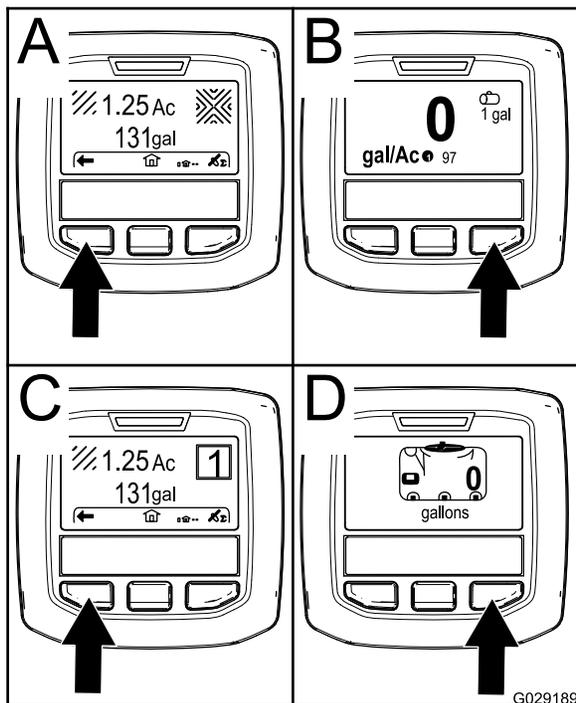

Рисунок 51
- Правая кнопка выбора: **Общая площадь, обработанная опрыскивателем** (A на Рисунок 51)
- Правая кнопка выбора: **Интенсивность опрыскивания** (B на Рисунок 51)
- Левая кнопка выбора: **Частичная площадь, обработанная опрыскивателем** (C на Рисунок 51)
- Левая кнопка выбора: **Объем жидкости в баке** (D на Рисунок 51)